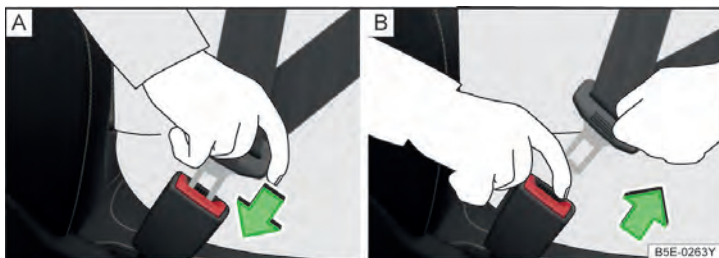

图 10 系上和取下安全带
- 将锁舌插入所属座椅的安全插锁内»图 10[A]，下压，直至听到啷合声。安全带锁舌被锁扣锁止。
- 按下安全带锁扣上的红色按钮»图 10[B]，锁舌会在弹簧力作用下弹出。